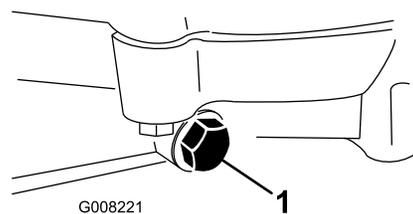

Figura 47
4. Coloque un recipiente debajo del tapón de vaciado (Figura 47).